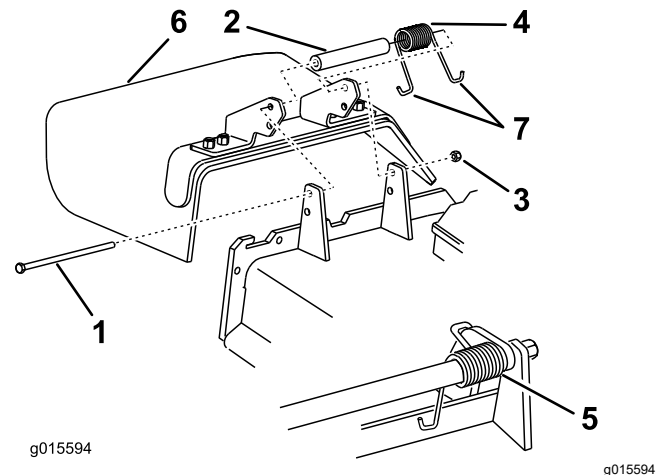

Figura 91
1. Retire la contratuerca, el perno, el muelle y el espaciador que sujetan el deflector a los soportes de pivote (Figura 91).
2. Retire el deflector de hierba dañado o desgastado (Figura 91).
Nota: Asegúrese de colocar un extremo con gancho en J del muelle detrás del reborde de la carcasa antes de instalar el perno, según se muestra en Figura 91.
6. Coloque 1 extremo en J del muelle alrededor del deflector de hierba (Figura 91).